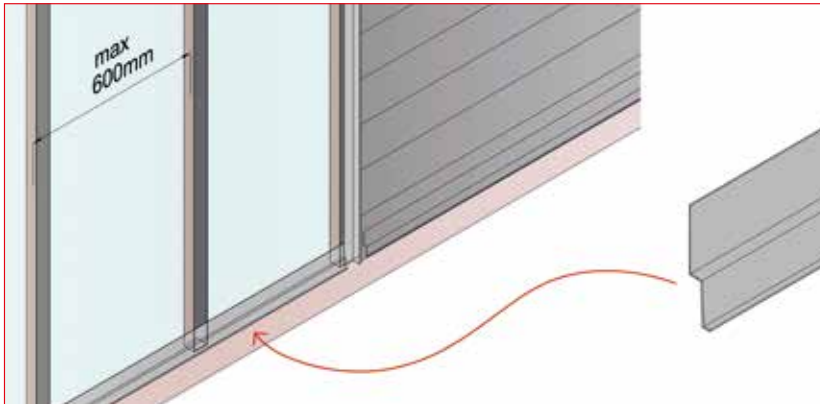

fig. 20 – Startprofil
- Fäst startprofilen längs basen på den vertikala trä-/metallregeln, försäkra dig om att den är i nivå och fäst den (se fig. 20)